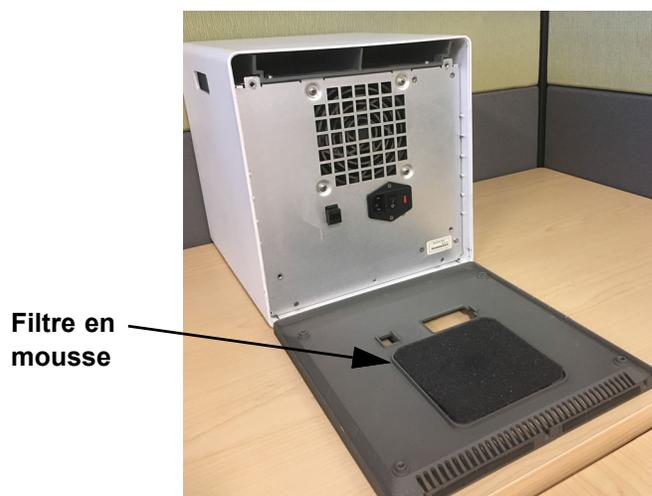

Figure 9-15. Filtre en mousse des anciens GX-IV
5. Retirer le panneau et sortir le filtre en mousse grise (voir la Figure 9-15).